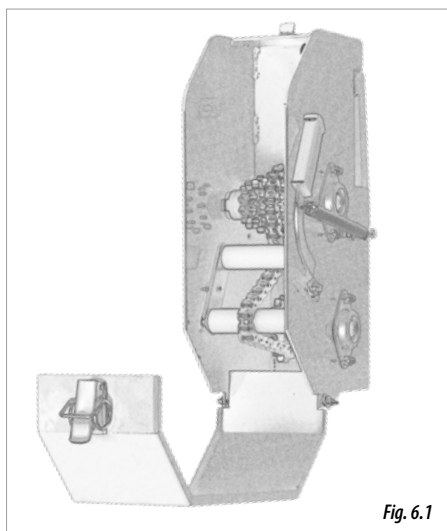

Fig. 6.1
- 1- CAJA CAMBIOS TRADICIONAL DE CADENA (Fig. 6.1).